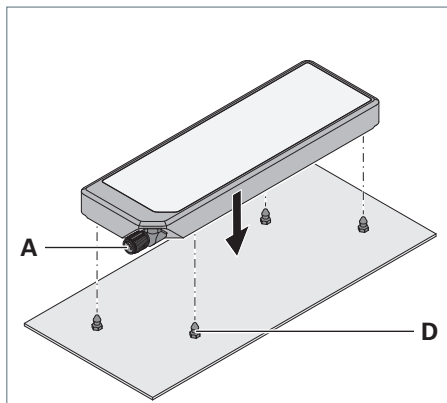
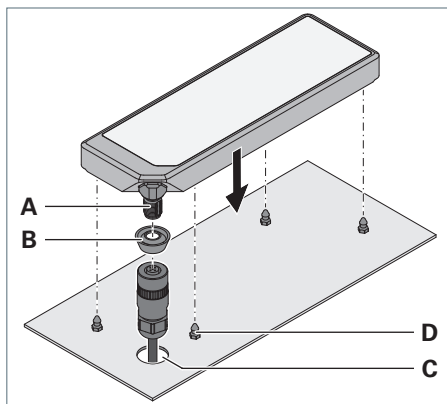

Fig. 1: APA – Collegamento a spina sul lato anteriore della parete della macchina.
Fig. 2: APA – Collegamento a spina sul retro.
- Collegamento a spina sul lato anteriore della parete della macchina, vedi Fig. 1
- Collegamento a spina sul retro, vedi Fig. 2
- **Solo** in caso di collegamento a spina sul retro: è stato eseguito il foro **C**  $\varnothing$  21 mm per la spina, vedi Fig. 2.
- ▶ Applicare un frenafili adatti ai nippli a vite **D** forniti, vedi Fig. 1 e vedi Fig. 2.
- ▶ Avvitare i nippli a vite **D** nei fori preparati nella parete della macchina, vedi Fig. 1 e vedi Fig. 2.
- ▶ **Solo** in caso di collegamento a spina sul retro (posizione 3.2): posizionare l'anello di tenuta **B** fornito sopra la spina, vedi Fig. 2.
- ▶ Spingere l'apparecchio d'illuminazione sui nippli, fino a quando non si innesta in modo udibile, vedi Fig. 1 e vedi Fig. 2.